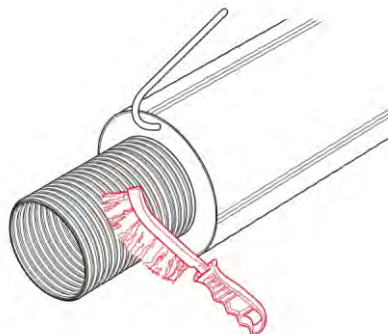

Рис. 3.6.8
8. Тщательно зачистить поверхность напорной трубы металлической щеткой (рис. 3.6.8).